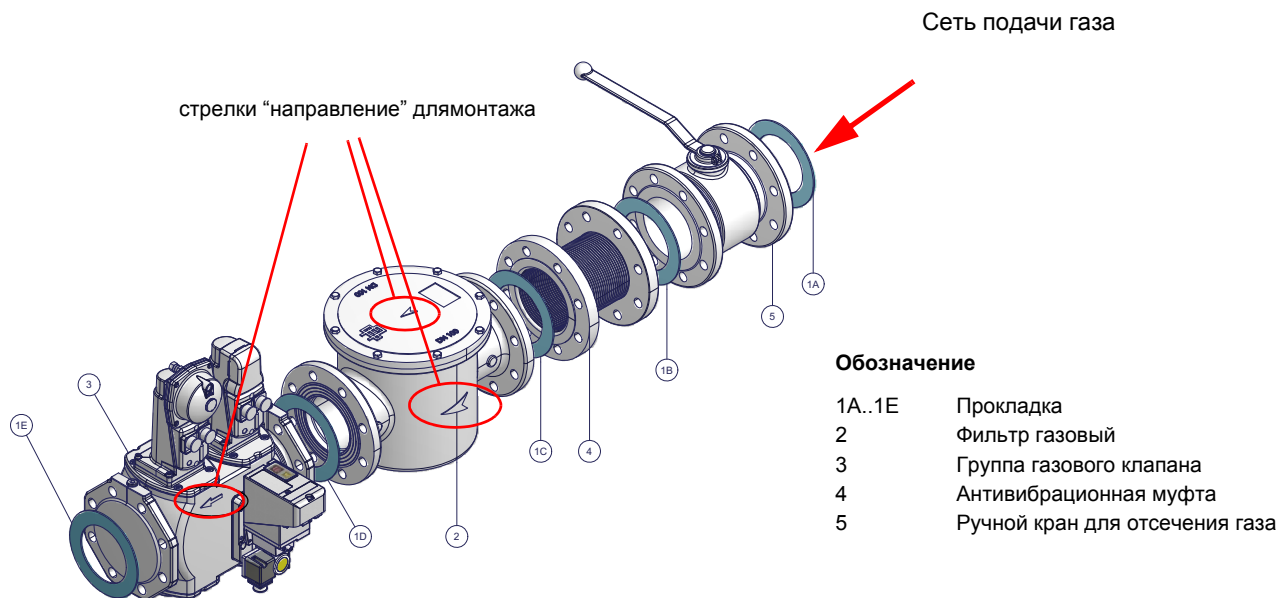

Рис. 3 - Пример газовой рампы
- 1 - б) при фланцевых соединениях: между соседними компонентами устанавливать прокладку (1А..1Е - Рис. 3), совместимую с используемым газом,
ВНИМАНИЕ: после монтажа газовой рампы согласно схеме на Рис. 3, необходимо провести тестирование на герметичность газового контура, согласно требований действующих нормативов.
ВНИМАНИЕ: после монтажа газовой рамы согласно схеме на Рис. 3, необходимо провести тестирование на герметичность газового контура, согласно требований действующих нормативов.